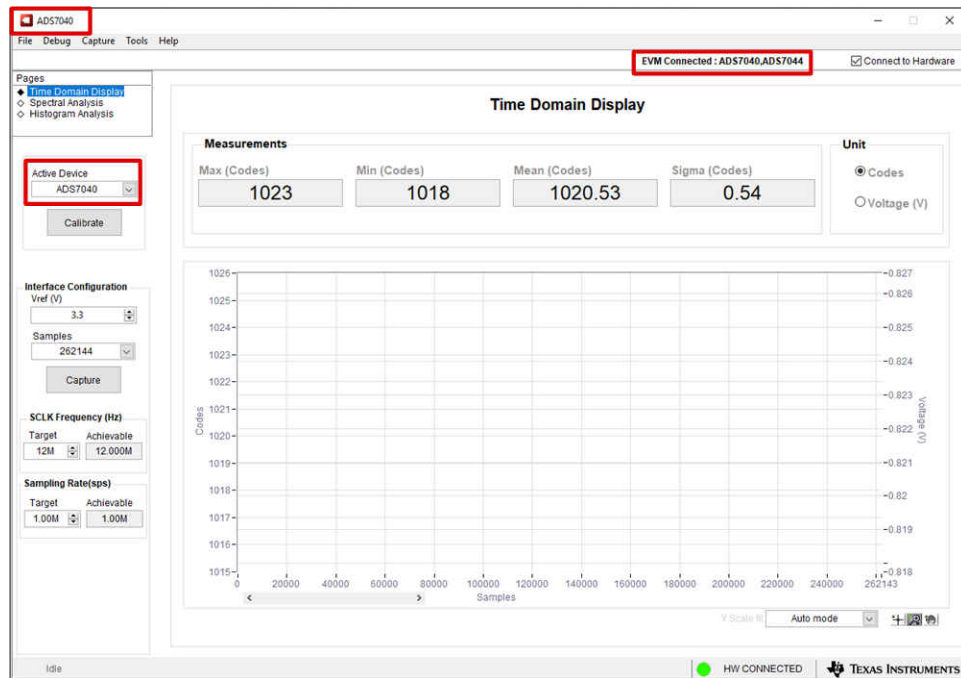

图 4-7. EEPROM 成功更新后的 GUI 主屏幕
5. 通过查看 GUI 左上角的 ADC 名称、GUI 右上角支持的器件和 *Active Device* 下拉菜单，验证 EEPROM 加载是否正确（参阅图 4-7）